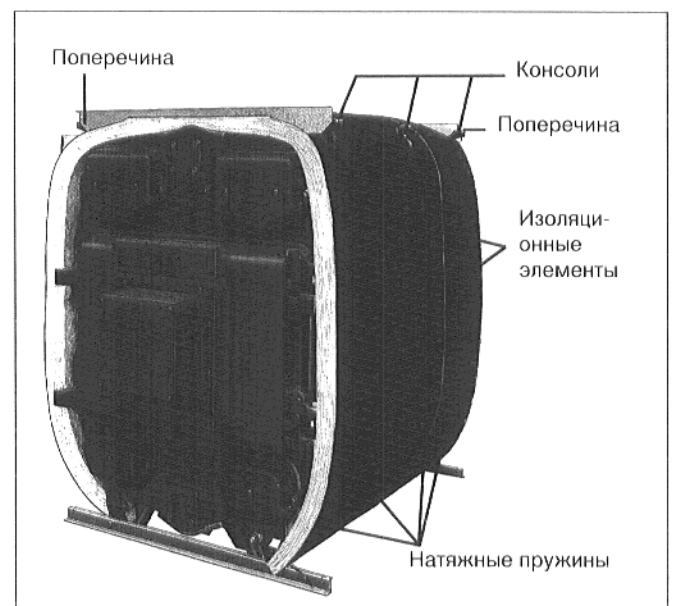

Рис. 37
- После укладки изоляционных элементов на блок котла, соответственно пункту 9.2., необходимо нащупать консоли и надрезать в этих местах изоляционные элементы. Выдавить консоли через надрезанные отверстия изоляционных элементов (рис. 37).
- Привинтить винтами М 8 х 16 длинную поперечину сверху спереди и короткую поперечину сверху сзади к двум концевым элементам. Окантовки должны показывать наружу (рис. 37).